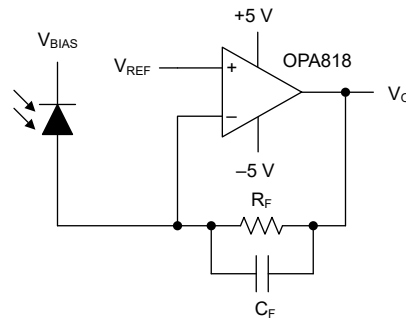

図 8-2. 広帯域かつ低ノイズのトランスインピーダンス アンプ
OPA818 は、GBWP が高く、電圧および電流ノイズが低いため、広帯域の中程度から高トランスインピーダンス ゲインのアプリケーションに最適なアンプです。低電流ノイズの JFET 入力、 $50k\Omega$ 以上のトランスインピーダンス ゲインを活用します。標準的なトランスインピーダンス アンプ (TIA) 回路 (図 8-2 も参照) では、ユニティ ゲインで安定しているアンプは必要ありません。低周波数では、TIA のノイズ ゲインは $0dB$ ($1V/V$) であり、高い周波数では、ノイズ ゲインは合計入力容量 (C_{TOT}) と帰還容量 (C_F) の比によって設定されます。TIA の閉ループ帯域幅を最大化するため、帰還容量は通常、合計入力容量よりも小さくなります。この構成では、合計入力容量と帰還容量の比率が 1 より大きくなり、最終的に高い周波数での TIA のノイズ ゲインになります。ブログシリーズ『トランスインピーダンス アンプについて知っておくべきこと - 第 1 部』および『トランスインピーダンス アンプについて知っておくべきこと - 第 2 部』に、TIA 補償手法に関する詳細な説明が記載されています。
OPA818 は GBWP が高く、入力電圧ノイズと電流ノイズが低く、入力容量が小さいため、広帯域、低ノイズのトランスインピーダンス アプリケーションに最適化されています。高電圧対応能力により、電源電圧の柔軟性が向上し、出力電圧スイングが拡大します。図 8-2 に、代表的なフォトダイオード アンプ回路の回路例を示します。一般的に、TIA アプリケーションではフォトダイオードが逆バイアスされるため、図 8-2 の回路におけるフォトダイオード電流がオペアンプの帰還ループに流れ込み、フォトダイオード電流が増加するにつれて V_{REF} から出力電圧が減少するという結果になります。このタイプの構成では、アプリケーションの要求に応じて、 V_{REF} を V_{S+} の近くにバイアスして、目的の出力スイングを実現できます。 V_{REF} バイアスを使用するときは、同相入力範囲の要件に非準拠とならないようにしてください。
- 外付け部品を慎重に選択および配置することで、OPA818 の高周波性能が維持されます。**リアクタンスの小さい抵抗を使用します。最もよく機能するのは表面実装抵抗で、レイアウト全体をより厳密にすることができます。金属皮膜と炭素化合物を使ったアキシアル リード型抵抗を使うと、優れた高周波性能も実現できます。繰り返しになりますが、リードと PCB パターンの長さをできるだけ短くします。高周波アプリケーションでは、巻線抵抗を使用しないでください。出力ピンと反転入力ピンは寄生容量の影響を最も受けやすいので、帰還抵抗と直列出力抵抗 (ある場合) は、それぞれ反転入力ピンと出力ピンにできるだけ近づけて配置します。非反転入力終端抵抗といった他のネットワーク部品は、パッケージの近くに配置します。外部抵抗をシャントする寄生容量が少ない場合も、抵抗の値が過度に大きいと、時定数が大きくなり、性能が低下する可能性があります。OPA818 が従来型の電圧アンプとして構成されている場合、抵抗値は可能な限り低くし、負荷駆動に関する考慮事項と一致するようにしてください。抵抗値を小さくすると、寄生容量の影響が最小化され、抵抗のノイズ項は小さくなります。しかし、帰還回路 (非反転構成の場合は $R_F + R_G$ 、反転構成の場合は R_F) がアンプへの負荷として機能するため、抵抗値が小さいと動的消費電力と出力段の実効負荷が増加します。トランスインピーダンス アプリケーション (図 8-2 を参照) では、アプリケーションの必要性に応じて帰還抵抗を使用します。しかし、帰還補償コンデンサは反転ノード上のすべての寄生容量項を考慮して設定します。